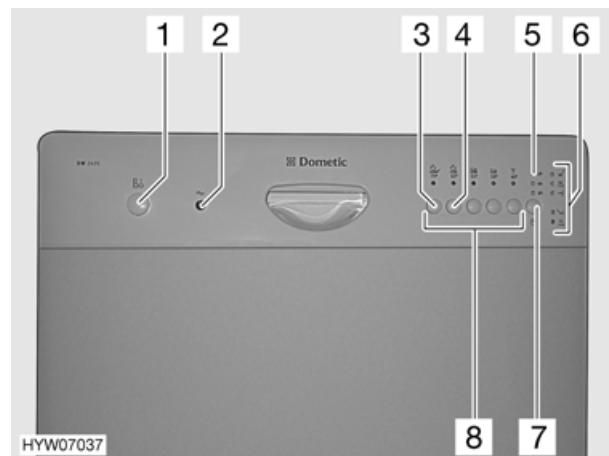

Fig. 83 Comandi per la lavastoviglie
- Premere il tasto acceso/spento "On/Off" (Fig. 83,1). La luce spia (Fig. 83,2) si accende.
- Premere il tasto del programma desiderato (Fig. 83,8). La luce spia del programma si accende.
- ▷ Prima dell'inizio del programma lampeggiano le due luci spie superiori (Fig. 83,6) per 6 secondi. In questo tempo è possibile scegliere un altro programma.
- ▷ Le tre luci spie superiori (Fig. 83,6) informano sullo svolgimento del programma:
- Premere il tasto acceso/spento "⏻" (Fig. 83,1). La luce spia (Fig. 83,2) si spegne.